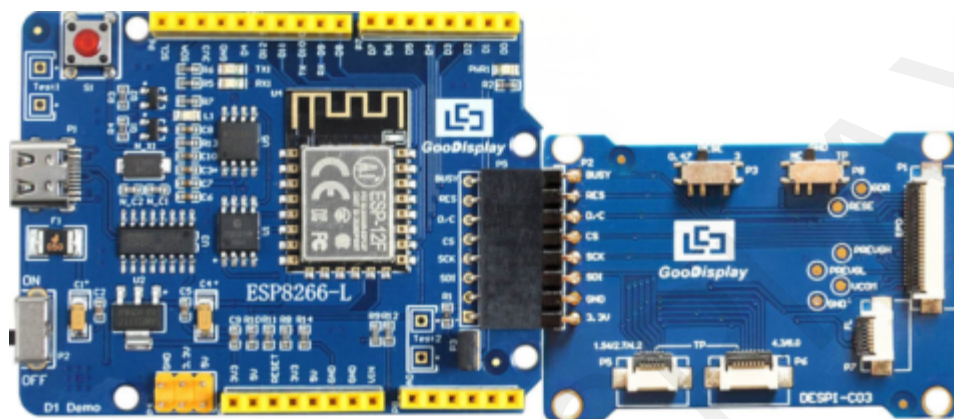
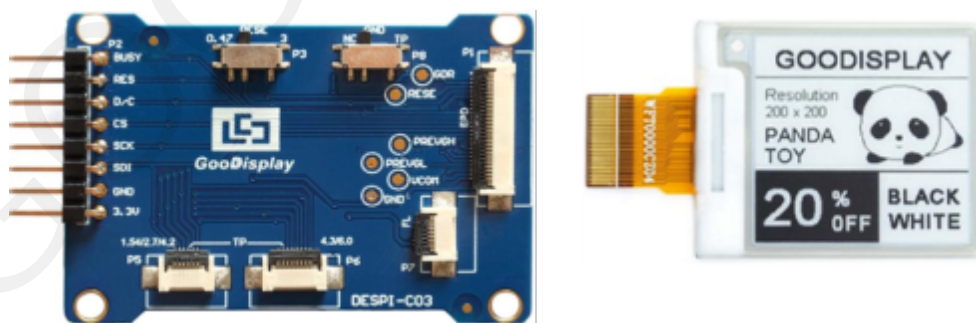

图 3 主板与转接板连接方式
图4 电子纸与转接板插接示意图
1) 将主板和转接板以图 3 所示方式相连，将电子纸 FPC 以图 4 所示方式连接至转接板的连接器（注意电子纸的连接方向）。